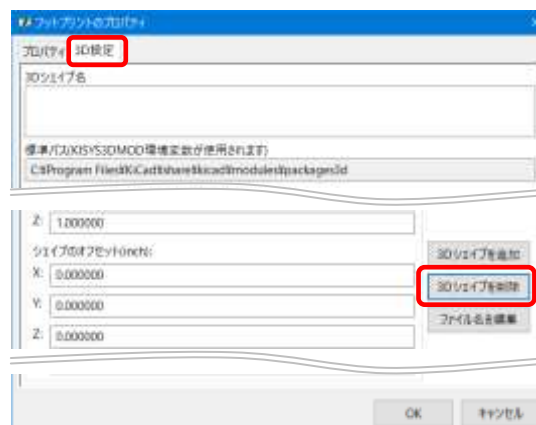

図 14-4
- ③ 「3D 設定」のタブに切り替え → [3D シェイプを削除] → [OK]と進みます。 図 14-4